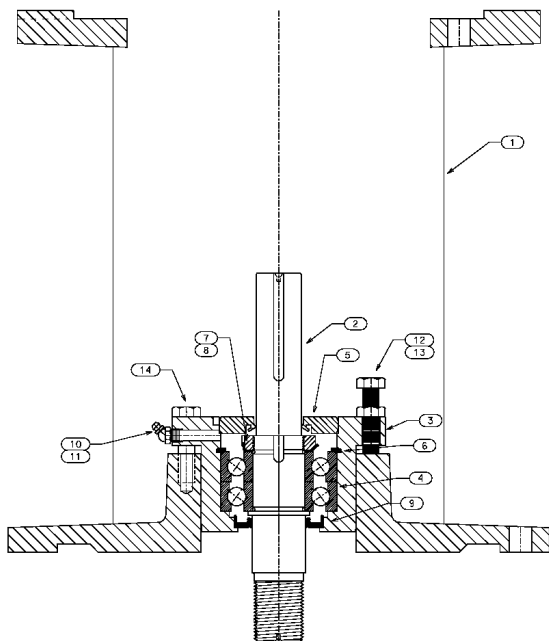

Рисунок 18 – Упорное гнездо, смазываемое консистентной смазкой / Figure 18 – Grease Lubricated Thrust Pot
2. С помощью подъемных проушин на электродвигателе осторожно опустить электродвигатель на стэнд электродвигателя упорного гнезда (см. рисунок 18) и выровнять отверстия болтов.